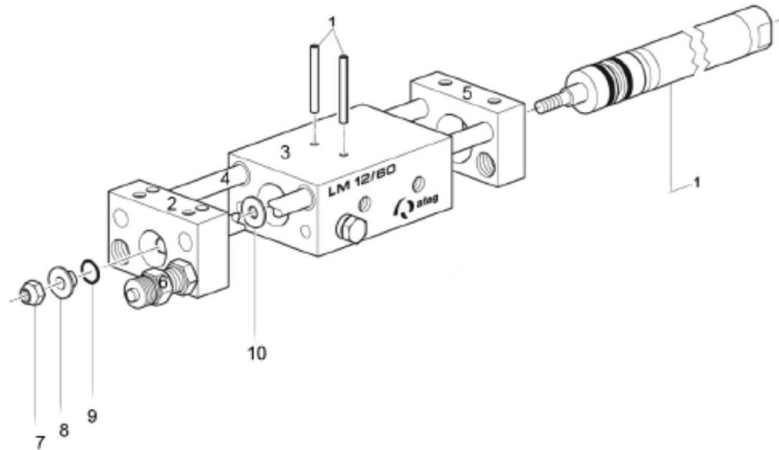

Abb. 22 Verschleissteile austauschen - LM 12
1. Grundkörper (Abb. 22, 3) im Schraubstock spannen und Sicherungsmutter (Abb. 22, 7) lösen - dabei muss die Kolbenstange festgehalten werden.
2. U-Scheibe (Abb. 22, 8) und O-Ring (Abb. 22, 9) entfernen.
3. Die 2 x Schwerspannstifte (Abb. 22, 1) auf der Handpresse herausdrücken.
4. Modulzylinder (Abb. 22, 1) nach hinten aus dem Grundkörper (3) entfernen.
5. Grundkörper (Abb. 22, 3) reinigen.
1. Den neuen Zylinder (Abb. 22, 1) in den Grundkörper (Abb. 22, 3) einsetzen.
2. Die 2x Schwerspannstifte (Abb. 22, 1) auf Handpresse in Grundkörper (Abb. 22, 3) eindrücken.
3. Kolbenstange in Stirnplatte (Abb. 22, 2) einsetzen und U-Scheibe auflegen.
4. Kolbenstange festhalten und Mutter (Abb. 22, 7) auf Kolbenstange festschrauben.
7. Endkontrolle vor dem Moduleinbau durchführen: Die Führungswellen (Abb. 22, 4) müssen im Grundkörper (Abb. 22, 3) verschiebbar sein.